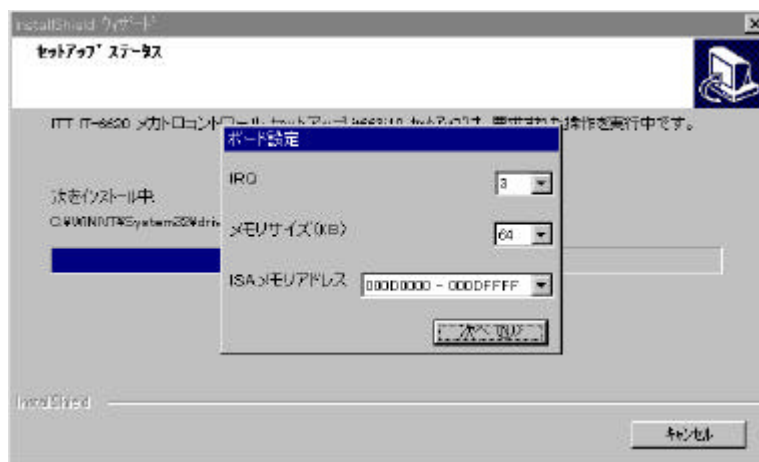

図 8 ボード設定値の入力画面
(9)インストール中にボード設定入力画面が表示されます。(図8参照)ボードの設定した値を選択して「次へ」ボタンをクリックします。